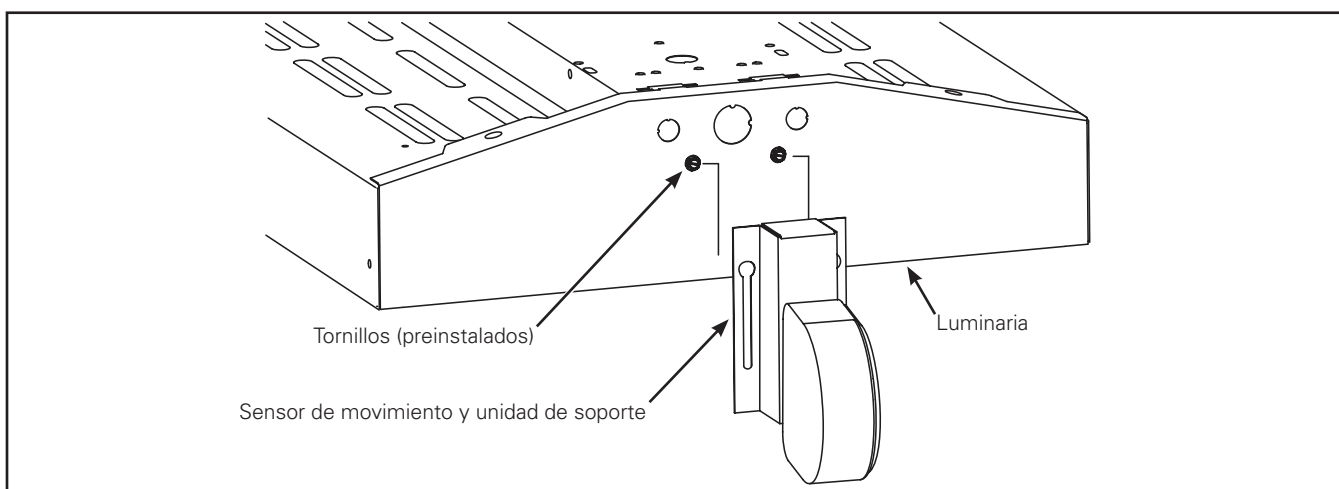

Figura 1.
1. Inserte el sensor de movimiento y el soporte en los tornillos preinstalados en la placa trasera de la luminaria. (Figura 1.)